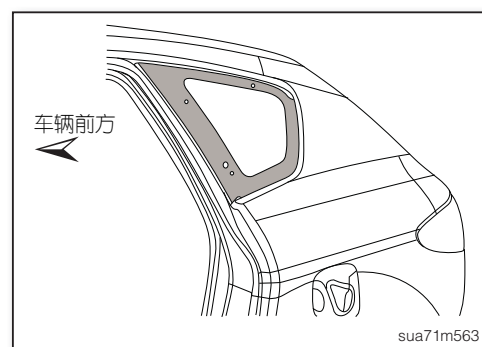

图4
2. 在侧车窗钣金侧的侧车窗玻璃安装位置，涂上接口剂(如图4)。